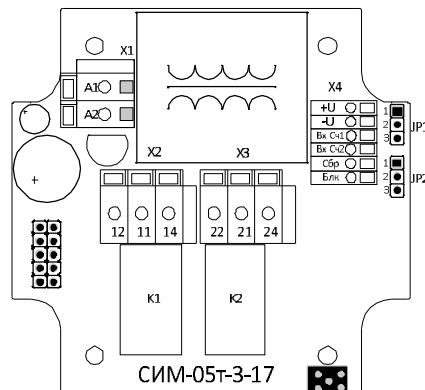
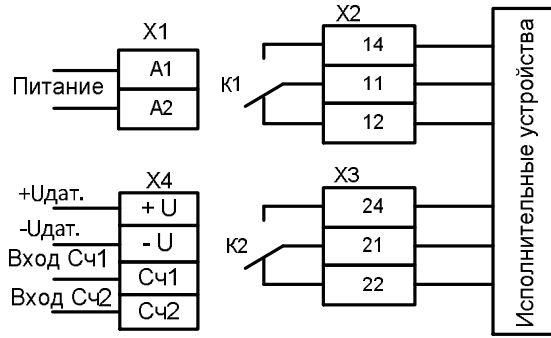

Рис. 2
Рис. 3
Аппаратное согласование входов счётчика к типу выхода датчика осуществляется с помощью перемычки, установленной между контактами джампера (JP). Джампер расположен на плате питания счётчика (см. рис. 2).
Схема подключения счётчика представлена на рис. 3. Для подключения счётчика необходимо снять крышку, отвинтив четыре винта, расположенных на лицевой панели счётчика. Пропустить провода через гермовводы и подключить к клеммам, расположенным на плате питания рис. 3. Для подключения проводов необходимо использовать отвёртку. При подключении или отключении провода необходимо снять ответную часть клеммы, отвёрткой раскрутить зажимы, подключить провода и установить клемму на место. Максимальное сечение провода 2.5мм2. Клеммы «+U» и «-U» разъёма X4 предназначены для подключения цепей питания датчиков. Рекомендуемая ширина зачистки изоляции проводов - 7мм. Обозначение разъёмов в соответствии со схемой подключения приведено на рис. 2.